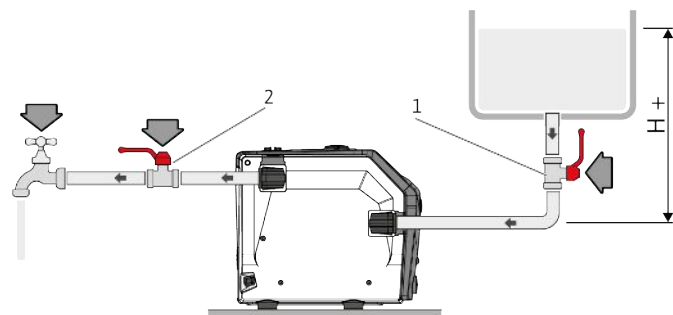

Fig. 9: Funcionamento em carga
- Encher o produto com água (aprox. 1,5 l) até que a mesma saia pela abertura de arejamento (Fig. 9).